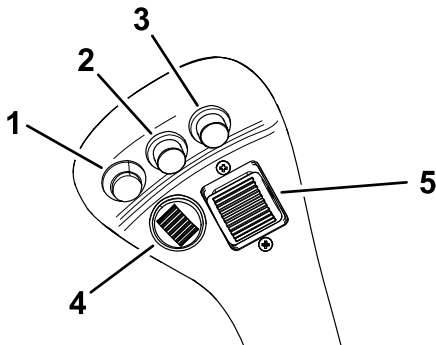

Figure 20
- Pour utiliser un accessoire hydraulique en marche avant, appuyez sur le bouton droit (Figure 20).
- Pour utiliser un accessoire hydraulique en marche arrière, appuyez sur le bouton central (Figure 20).
- Pour arrêter l'accessoire hydraulique, appuyez sur le bouton gauche (Figure 20).
Tournez la molette de commande en avant pour déployer les bras de la chargeuse (Figure 20) et en arrière pour rétracter les bras.